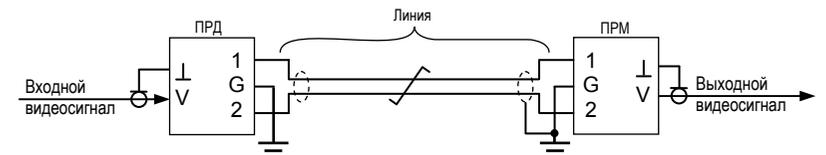

Рис.2 Схема включения АПВС-TV1
4. Включение АПВС-TVI показано на рис.2, 3, 4, 5.